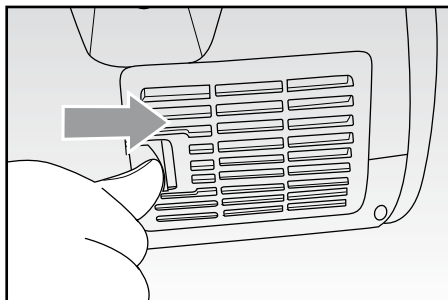

Fig. 13
- Agire sulla levetta e rimuovere lo sportellino situato nella parte posteriore dell'apparecchio (Fig. 13).